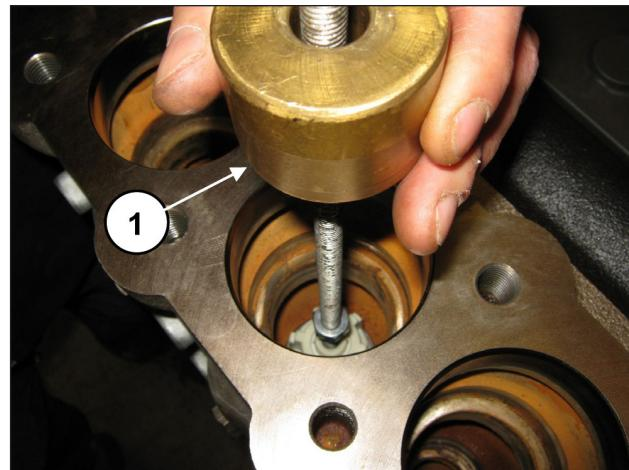

Abb. 103
Entfernen Sie die Saugventilgruppe mithilfe eines Abziehers mit Schlagwerk (Art. 27516400) an der Bohrung M10 der Ventilführung (Pos. ①, Abb. 103) oder, zusätzlich, eines eventuellen Adapters M10-M16 (Art. 25089700) am Gewinde M16 der Ventilführung.